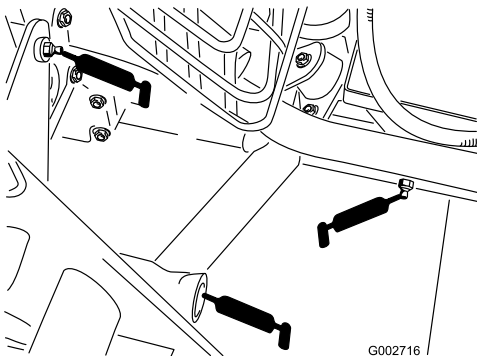

Bild 21
- Hintere Anbauvorrichtung (5) (Bild 21)